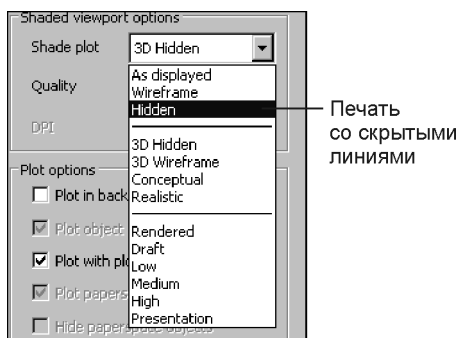

Рис. 12.6. Выбор режима печати со скрытыми линиями
- Перейдите в область **Shaded viewport options** (ВЭкраны с раскрашиванием) диалогового окна **Plot-Model** (Печать-Модель) и выберите **Hidden** (Скрытие линий) из раскрывающегося списка (рис. 12.6).